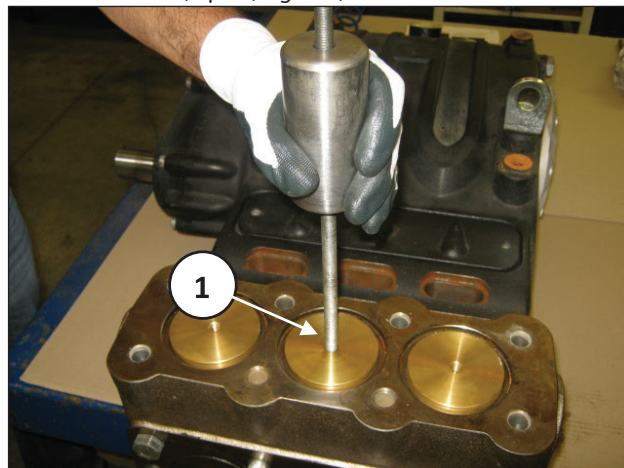

Fig. 102
- B) Extraire les bouchons de soupapes à l'aide d'un extracteur à inertie M10 (rep. ①, Fig. 102).